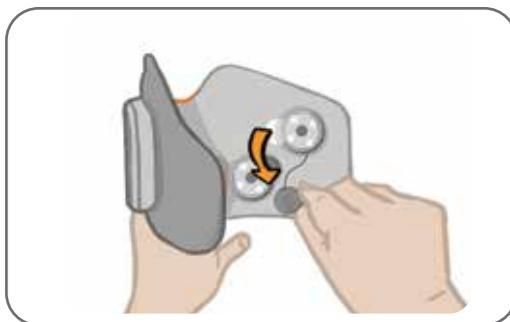

Figura 8-8. Rimozione delle basi per elettrodi usate
3. Scollegare gli agganci delle basi per elettrodi dai fori di connessione (Figura 8-8).
4. Rimuovere le basi per elettrodi usate dal gambale per la parte inferiore della gamba. (Figura 8-8).